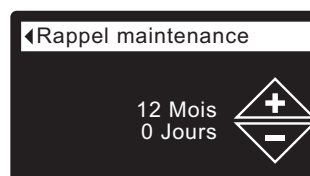

FIG. 97
7. Appuyez sur le sélecteur (O) pour ouvrir l'écran du rappel de maintenance (cf. Figure 97).